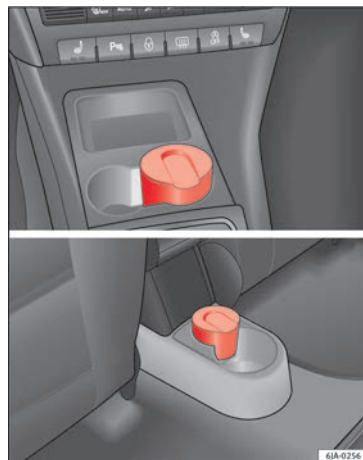

Fig. 155 Consola central: cinzeiro dianteiro/cinzeiro traseiro.
- O cinzeiro » **Fig. 155** retira-se puxando-o para cima.